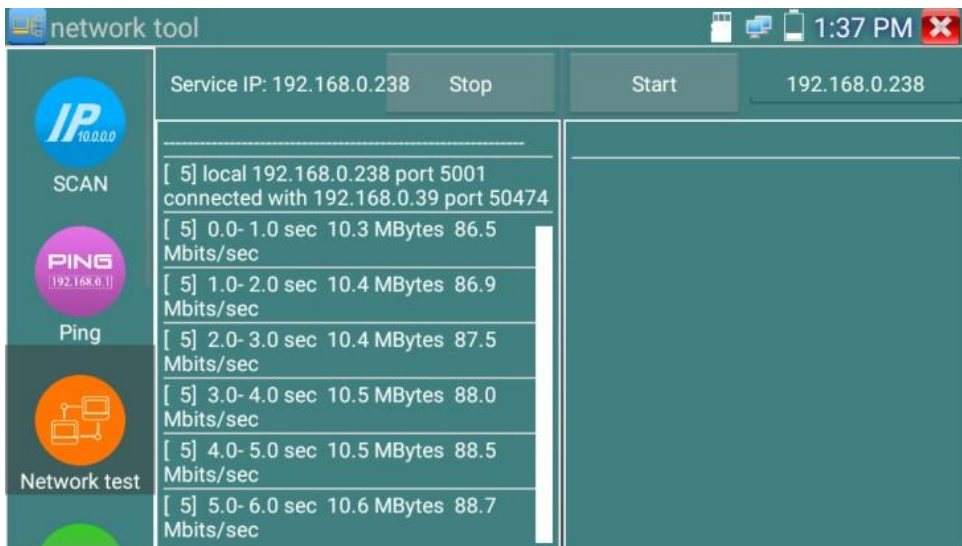

Рис. 89 Работа 1го тестера в режиме «сервер» при проверке пропускной способности сети
4. Один из тестеров запустите в качестве сервера, для этого нажмите кнопку «Запустить сервер» (Start Server). В верхнем поле слева отобразится IP адрес тестера, рис. 89;